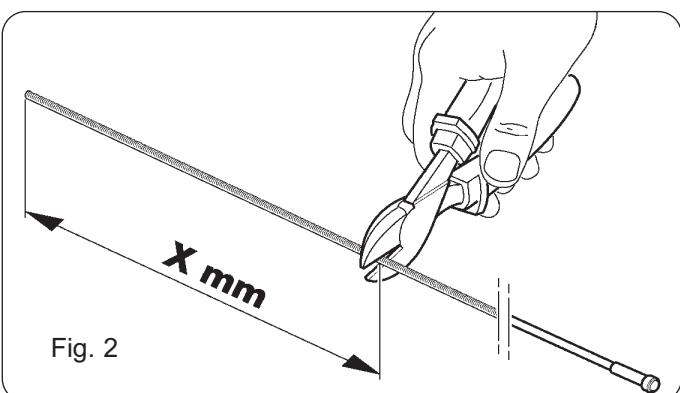
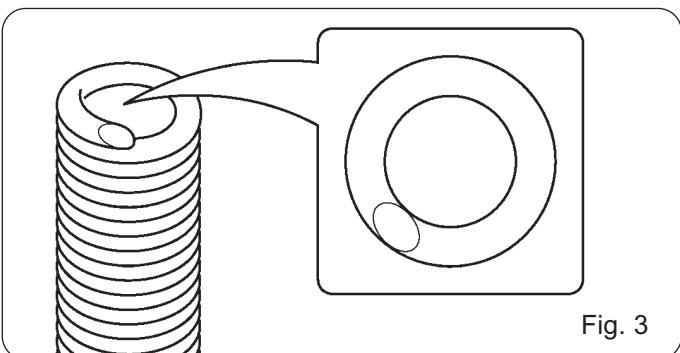

Fig. 2
Fig. 3
- Remove the liner and cut off the end portion by the amount measured previously (see fig. 2). A very sharp tool must be used for cutting, to avoid creating burrs that may obstruct the passage of the wire (see fig. 3).
Der Schnitt muss mit einem sehr scharfen Werkzeug ausgeführt werden, damit keine Grate entstehen, die die Passage des Drahts behindern (siehe Abb. 3).
- Den Drahtführungsschlauch herausziehen und das Ende um die zuvor gemessene Länge kürzen (siehe Abb. 2).